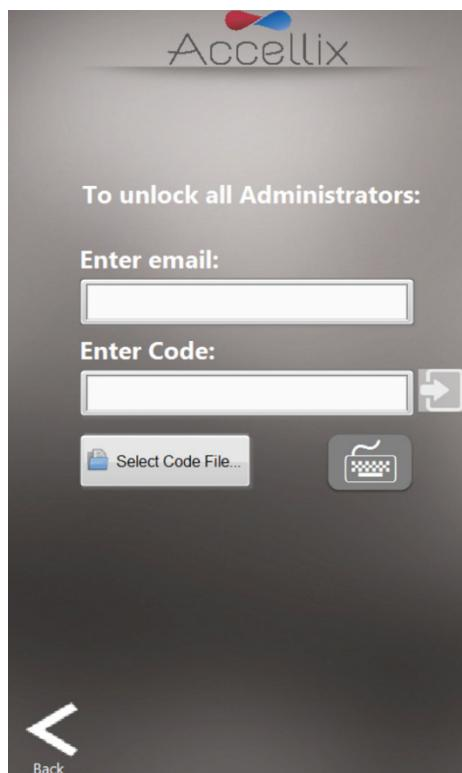

Abbildung 55: Bildschirm zum Zurücksetzen der Admin-Kennwörter
Durch Drücken dieser Schaltfläche wird der in Abbildung 55 dargestellte Bildschirm angezeigt:
Um alle Administratoren zu entsperren, senden Sie eine E-Mail an [support@accellix.com](mailto:support@accellix.com) und fordern Sie einen Code an. Geben Sie dieselbe E-Mail-Adresse ein, die Sie für die Kontaktaufnahme mit dem Support verwendet haben, und geben Sie den Entsperrcode in das Feld **Enter Code** (Code eingeben) (Abbildung 55) ein. Klicken Sie auf die Anmeldeschaltfläche , um alle Administratoren zu entsperren.
**Hinweis:** Accellix sendet Ihnen auch eine Datei mit dem Code, die alternativ verwendet werden kann, anstatt den Code manuell einzugeben. Um die Codedatei zu verwenden, klicken Sie auf die Schaltfläche **Select Code File** (Codedatei auswählen) (Abbildung 55), um die Datei auszuwählen. Drücken Sie auf die Schaltfläche **Back** (Zurück), um zum Anmeldebildschirm zurückzukehren.